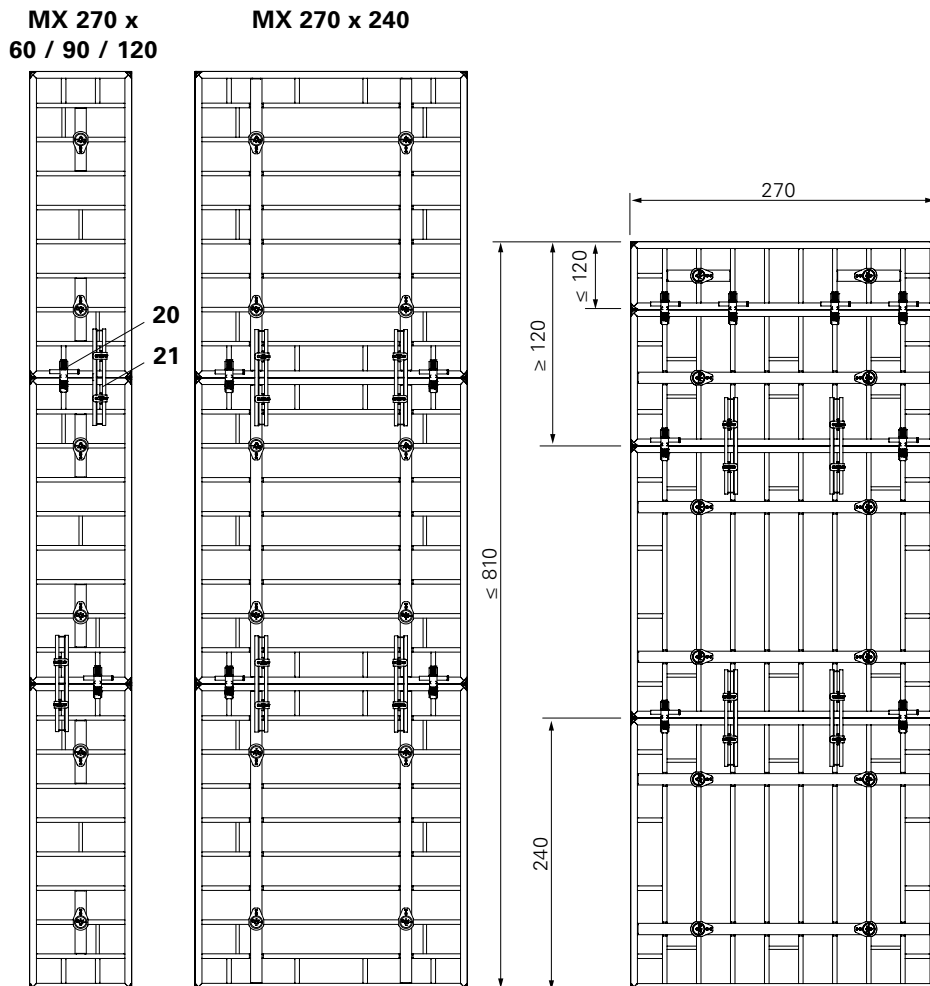

Fig. B8.03
I giunti fra gli elementi devono essere assicurati con morse BFD (20) e con gli allineatori MAR 85 (21) quando la cassaforma supera h. >5,40 m (Fig. B8.03)